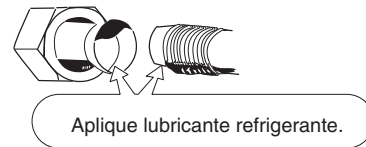

Fig. 5-4
- (1) Aplique una tapa de sellado o cinta impermeable para evitar la entrada de polvo o de agua en los tubos antes de su utilización.
- (2) Asegúrese de aplicar lubricante refrigerante (aceite etílico) en el interior de la tuerca abocardada antes de realizar las conexiones de los tubos. Esto resulta eficaz para reducir las fugas de gas. (Fig. 5-4)